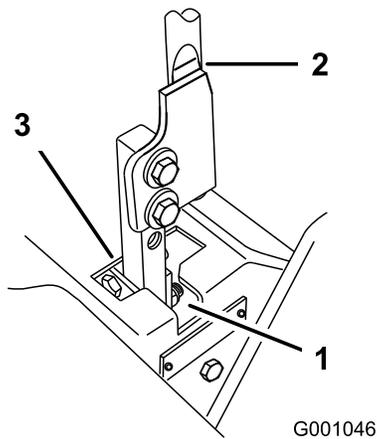

Bild 66
5. Move the lever to the neutral position but not locked (Bild 66).
6. Ziehen Sie den Hebel zurück, bis der Lastösenbolzen (am Arm unter dem Gelenkschaft) das Schlitzende berührt (und soeben Druck auf die Feder ausübt) (Bild 66).
7. Prüfen Sie, dass der Fahrtriebshebel relativ zur Kerbe im Armaturenbrett ist (Bild 66). Er sollte zentriert sein, so dass der Hebel nach außen in die gesperrte Neutralstellung gedreht werden kann.